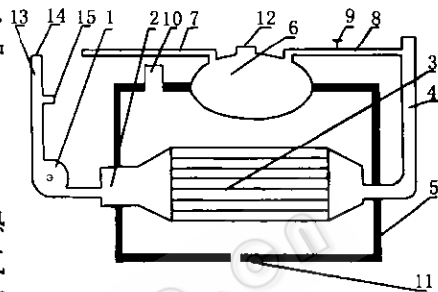

图1 灭菌供暖供湿干燥装置示意图
此装置由炉体, 灭菌供暖干燥系统, 供湿系统和燃烧系统 4 部分构成。如图 1 所示。由上图可以看出, 炉体内有一组受热管 (3), 它们一端与进气管 (2) 相能, 另一端与出气管 (4) 相通, 进气管 (2) 与鼓风机 (1) 相通, 鼓风机 (1) 可通过吸气管 (13) 将室内或室外空气由进气管 (2) 鼓入受热管 (3), 受热后再由出气管 (4) 返回到室内, 从而为室内供热, 当空气进入受热管 (3) 后, 其中的杂菌便被杀死了。培养时关闭吸气管室外管口 (15), 开启吸气管室内管口 (14), 培养物干燥时则关闭吸气管室内管口 (14), 开启吸气管室外管口 (15), 这是该装置的灭菌供暖干燥系统。炉体 (5) 的上部还装有水锅 (6), 水锅 (6) 与水锅进气管 (7)、出气管 (8) 相通, 上面有一个锅盖 (12), 出气管 (8) 上装有一个控制阀 (9), 并与出气管 (4) 相通, 当出气管中的热空气流动时, 水锅 (6) 内的水蒸汽便会被插入出气管 (4), 与热空气一起被排入室内, 从而给室内供湿, 拧紧控制阀 (9), 就能停止供湿, 这是该装置的供湿系